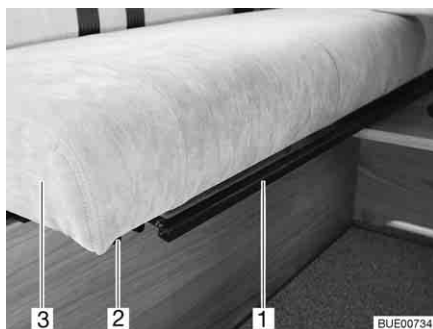

Bild 18 Sittbänkens ryggstödsinställning
- Drag bygeln (Bild 18,1) under sittytan (Bild 18,3) uppåt och håll kvar den i denna position.
- Drag försiktigt sittytan framåt på skenor (Bild 18,2), drag till önskat läge eller till stoppläget.